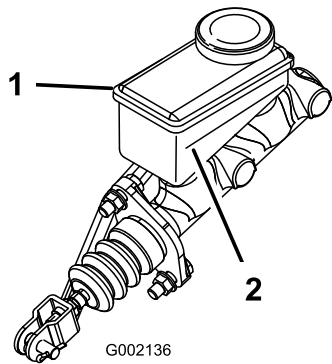

Figura 62
- Mire el nivel de aceite en el lateral del depósito (Figura 62).
- Añada líquido de frenos DOT 3 al depósito hasta que el nivel esté por encima de la línea Mínimo (Figura 62).